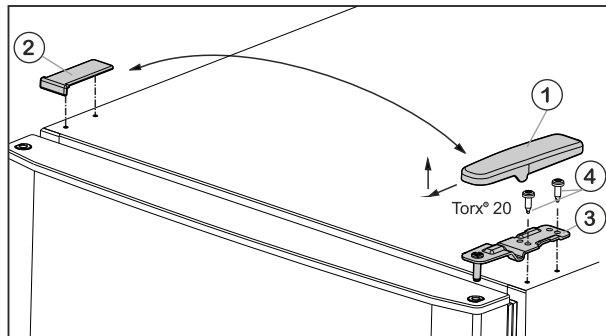

Fig. 5
- ▶ Потяните крышку Fig. 5 (1) вперед и вверх.
- ▶ Снимите крышку Fig. 5 (2).
- ▶ Открутите верхний опорный кронштейн Fig. 5 (3) (2 шт. Torx® 20) Fig. 5 (4) и вытяните вверх.
- ▶ Установите верхний опорный кронштейн Fig. 5 (3) на новой стороне шарнира и защелкните в дверце.
- ▶ Привинтите верхний опорный кронштейн **(с моментом 4 Нм)** (2 шт. Torx® 20) Fig. 5 (4). При необходимости используйте аккумуляторный шуруповерт.
- ▶ Наденьте и защелкните крышку Fig. 5 (1) на противоположной стороне снаружи.
- ▶ Также наденьте сверху и защелкните крышку Fig. 5 (2) на противоположной стороне.